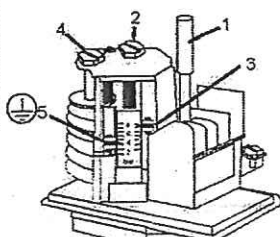

Fig. 2
#### Taratura (vedi fig. 2):
- Esecuzione con ripristino manuale (FF4...DRH oppure DDH): alla caduta di pressione sotto il punto inferiore di intervento oppure al salire della pressione sopra il punto superiore di intervento azionare il pulsante di reinserzione 1 (fig.2).